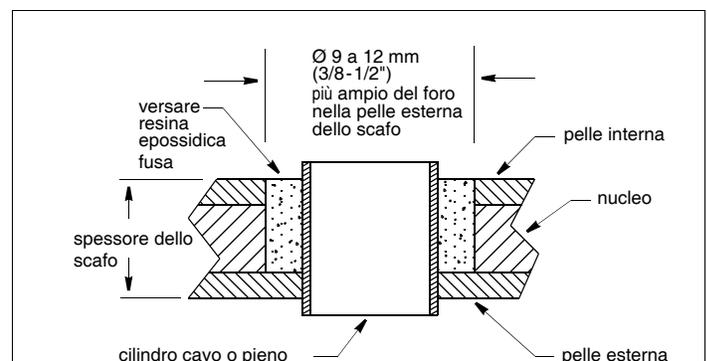

Figura 3. Preparazione di uno scafo in vetroresina con nucleo
1. Praticate un foro guida utilizzando una punta da $\varnothing 3\text{mm}$ o $1/8''$ dall'interno dello scafo. Se vicino al punto scelto per il montaggio sono presenti nervature, puntoni o altre irregolarità dello scafo, praticate il foro dall'esterno (Figura 3). (Se avete praticato il foro in una posizione errata, praticatene un altro in un punto migliore. Applicare del nastro adesivo in carta all'esterno dello scafo sul foro errato e sigillatelo con resina epossidica.)